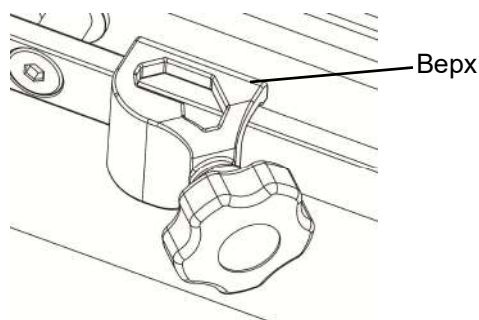

Рисунок 6-5. Правильно установленный зажим
1. Наденьте корпус зажима на боковой рельс операционного стола, как показано на Рисунок 6-5.
- Убедитесь в том, что зажим установлен правильно, как показано на Рисунок 6-5. Невыполнение данного требования может привести к падению ножной секции и стать причиной повреждения оборудования или травмы.